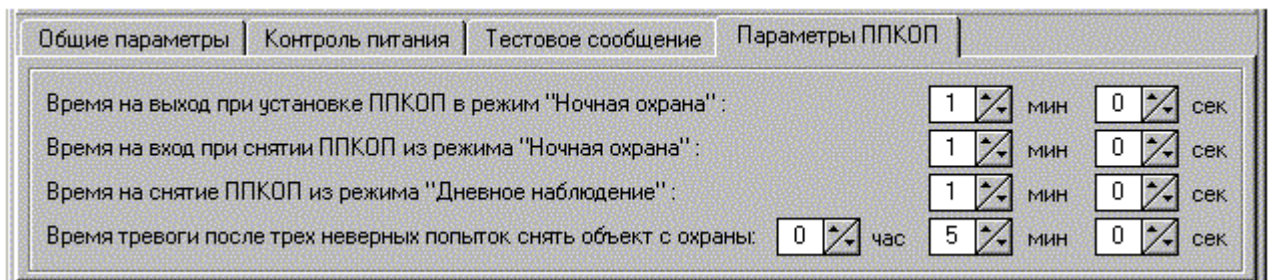

Рис. 3.46. Страница «Параметры ППКОП»
**На четвертой странице «Параметры ППКОП»** (рис.3.46) расположены следующие органы управления: